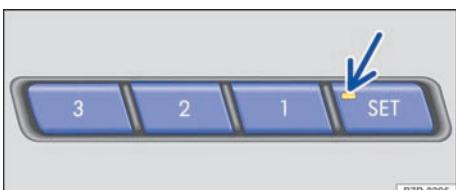

图 65 在驾驶员和副驾驶员车门饰板的上部区域内：用于座椅设置的记忆按钮
- 按压按钮 **SET** ⇒ 图 65，直到 LED 指示灯亮起（箭头）。
- 在约 10 秒钟内按压所需的记忆按钮 ①、② 或 ③ ⇒ 图 65。LED 指示灯熄灭，响起锣音信号确认存储。
- 短促按压驾驶员侧车门上所需记忆按钮 ①、② 或 ③ ⇒ 图 65。
- 在约 10 秒钟内再次按压按钮 **SET** ⇒ 图 65。
- 操作按钮 **SET** 后约 10 秒钟内再次调节座椅位置 ⇒ 图 65。
- 在车门打开并关闭点火开关时，可以调出已存储的位置并自动设置。为此，短促按压各车门上的相应记忆按钮 ①、② 或 ③ ⇒ 图 65。约 10 分钟后已存储的位置不可以再自动调节。
- 按住所需的记忆按钮 ①、② 或 ③ ⇒ 图 65，必要时等待所存储的位置到达。
- 按住按钮 **SET** ⇒ 图 65。